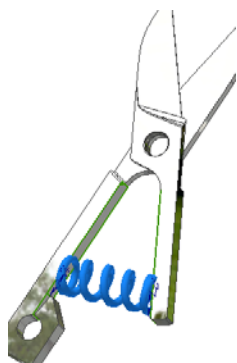

图 13-27 零部件上出现弹簧图标
(3) 选择要添加线性弹簧力的零部件上的两个点为弹簧的两个端点。
(4) 单击【确定】按钮，完成线性弹簧力的创建，此时在零部件上出现一个弹簧图标，如图 13-27 所示。